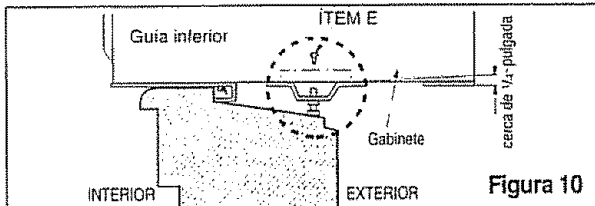

Figura 10
**8** Seleccione la posición en la que colocará el soporte de antepecho cerca del punto más externo en el antepecho (Figura 10). Fije el soporte de antepecho al orificio del carril del gabinete en relación con la posición seleccionada usando el tornillo (ÍTEM E)